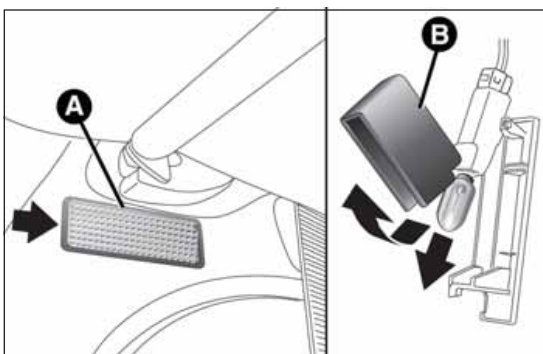

Abb. 44
- Den Kofferraum öffnen und die Deckenleuchte A Abb. 44 ausbauen; hierzu an der vom Pfeil angezeigten Stelle Druck ausüben;